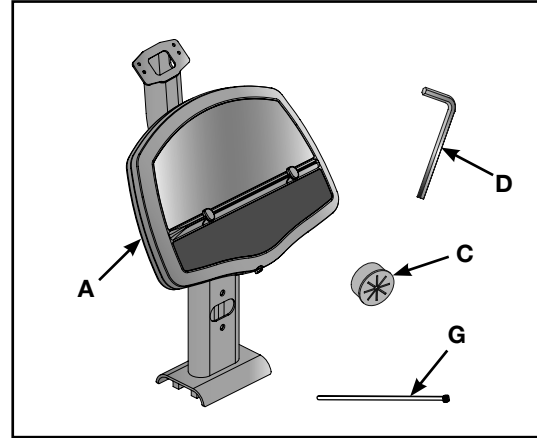

Figure 11
2. **Vérifiez le contenu du kit illustré à la figure 11.**
- A. Console avec moniteur (1), 620A-220
- B. Câbles coaxial et d'alimentation (1), 630 A-104 (en forme d'arc)
- C. Bague de serrage (1), PP740000
- D. Clé Allen de 3 mm (1), BK030210
- E. Poster (1), 620A-387 (non illustré)
- F. Feuille de garantie (1), LT-20219 (non illustrée)
- G. Ligature de câble (2), EW000028